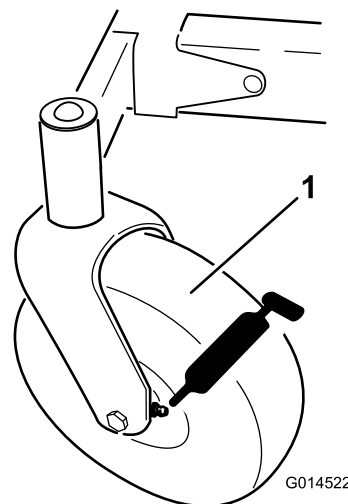
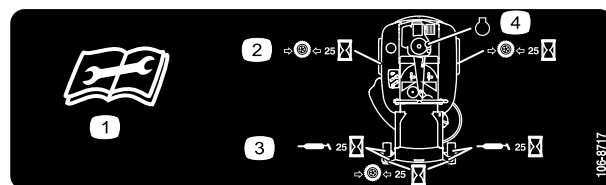

Figura 33
Figura 34
3. Pulite i raccordi d'ingrassaggio (Figura 33 e Figura 34) con un panno.
4. Collegate una pistola di ingrassaggio a ciascun raccordo e pompate del grasso nei raccordi finché non inizia a fuoriuscire dai cuscinetti (Figura 33 e Figura 34).